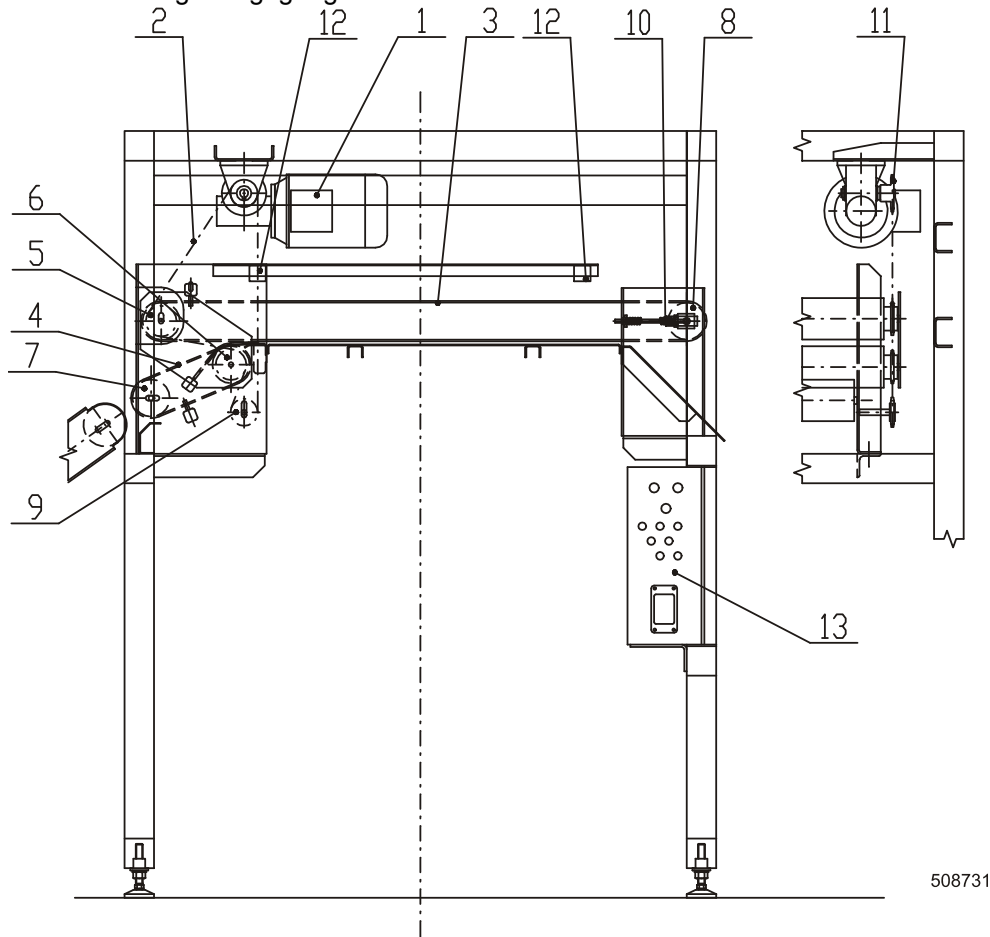

Abb. 5.4.5.A Wäschestapler
Antriebsketten mäßig gespannt halten. Das Spannen der Kette des Austrageförderers wird durch das Verschieben des Getriebes in ovalen Öffnungen des Getriebehalters vorgenommen. Spannen der Kette des Wäschestaplerförderers wird mit Hilfe einer Spannrolle, Abb. 5.4.5.A, Pos. 9, vorgenommen.
Spannen der Eingangsbänder, Abb. 5.4.5.A, Pos. 4 des Wäschestaplers wird durch Verschiebung der Rolle (7) in ovalen Rahmenöffnungen vorgenommen. Spannen der Hauptbänder (3) des Wäschestaplers wird automatisch mittels Spanner (10) vorgenommen.
Funktion der optischen Sensoren am Eingang und am Ende des Wäschestapler-Hauptförderers prüfen. Optischer Sensor, Abb. 5.4.5.A, Pos 12, oder die polierten Reflexionsflächen an den Tischen können verunreinigt sein, deshalb mit feuchtem Lappen reinigen, Flächen polieren.